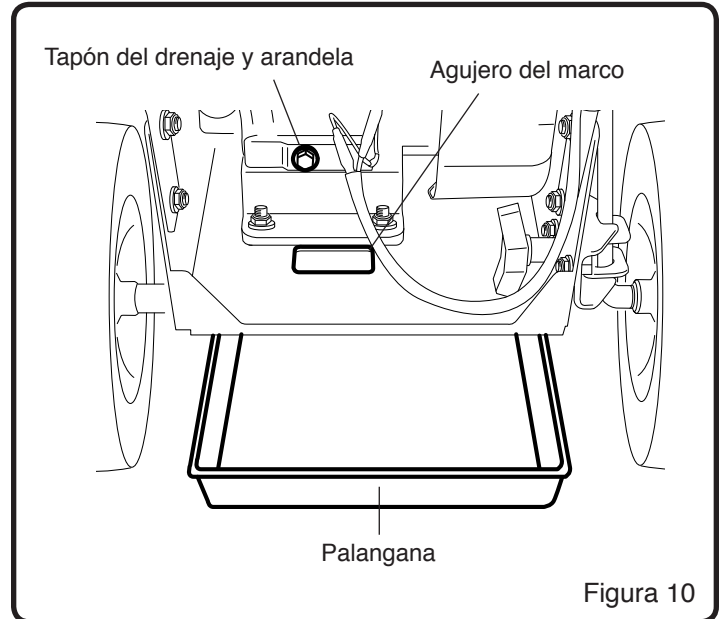

Figura 10
**NOTA:** Consultar la figura 10 al seguir los pasos enumerados a continuación:
4. Insertar una palangana bajo de la bordeadora, debajo del tapón de drenaje del aceite y del agujero del marco. (Véase la figura 10)